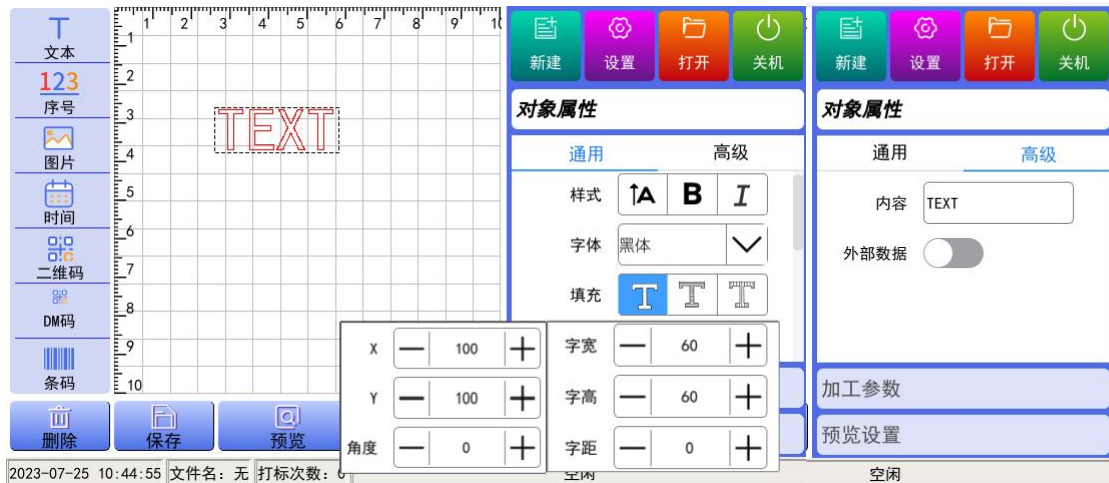

图 3.2.2.1 文本编辑
① 如需打印汉字（CN）、英文（EN）、数字、符号等内容，请点击“信息按钮区”的“文字”按钮，“信息编辑区”会出现一条默认的文本条目。如图 3.2.2.1 所示。